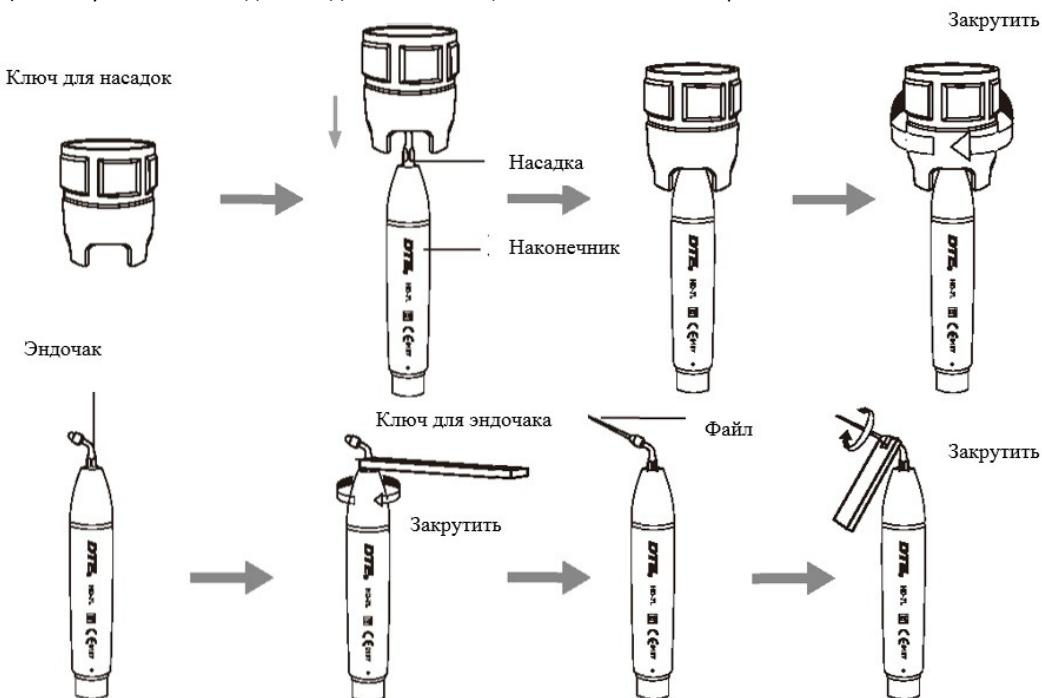

Рисунок 6
е) Схема установки насадки и эндочака с помощью ключа показана на рис.6.
- Выберите нужную насадку для удаления зубного камня и плотно прикрутите ее на наконечник с помощью ключа для насадок (рис.6).
2.1.3. Инструкция по применению ключа для насадок (показан на рис. 6)
1) Вставьте насадку для удаления зубного камня в ключ для установки насадок; действуйте в соответствии с рис. 6.
2) Установка насадки: удерживая наконечник в руке, с помощью ключа для насадок поверните насадку в направлении, указанном на рис. 6. Сделайте еще оборот, пока насадка не остановится; установка завершена.
а) Установите эндочак на наконечник с помощью ключа для эндочаков (См. рис. 6).